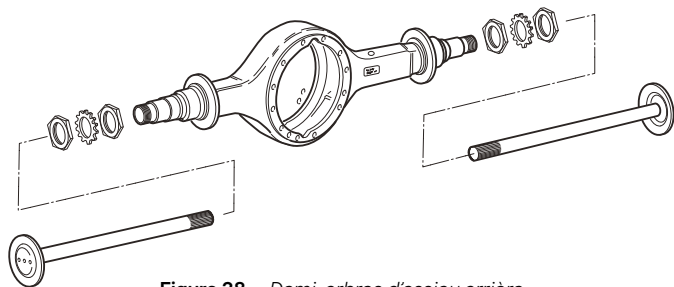

Figure 38 - Demi-arbres d'essieu arrière
8. Démontez les demi-arbres de l'essieu arrière (**Figure 38**).